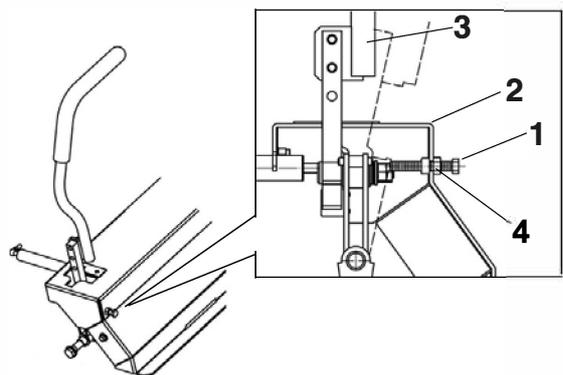

Fig.21
1. 1. Lösen Sie die Schrauben an einer Abdeckplatte (siehe Abbildung 21).